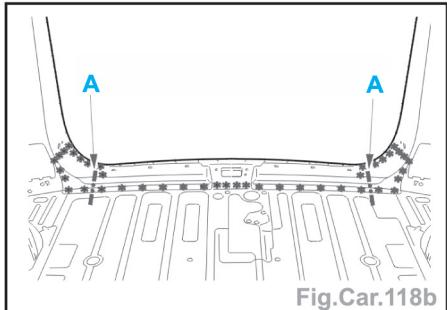

Fig.Car.118b
- Découper par fraisage des points et à l'aide d'une meule épaisseur **1 mm**, découper partiellement le panneau (suivant **A**) (Fig.Car.118b).